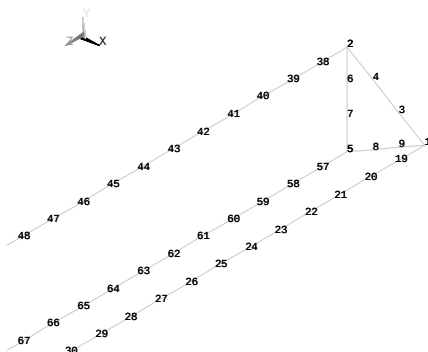
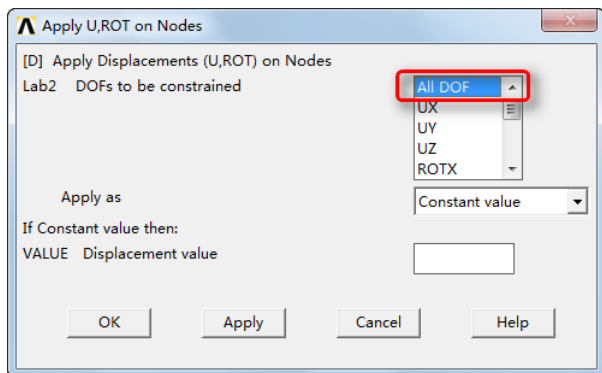
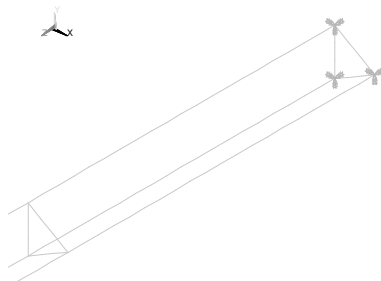

图 15-24 节点显示模式
图 15-25 施加位移约束对话框
图 15-26 框架端部施加约束
④ 定义边界条件：Main Menu > Solution > Define Loads > Apply > Structural > Displacement > On Nodes，弹出“Apply U,ROT on Nodes”拾取菜单。用鼠标在屏幕里面单击拾取三角框架端部（编号为 1, 2, 5，如图 15-24 所示）的 3 个节点，单击“OK”按钮，弹出如图 15-25 所示的“Apply U,ROT on Nodes”对话框，在 Lab2 后面的列表中单击“All DOF”选项，单击“OK”按钮，屏幕显示如图 15-26 所示。